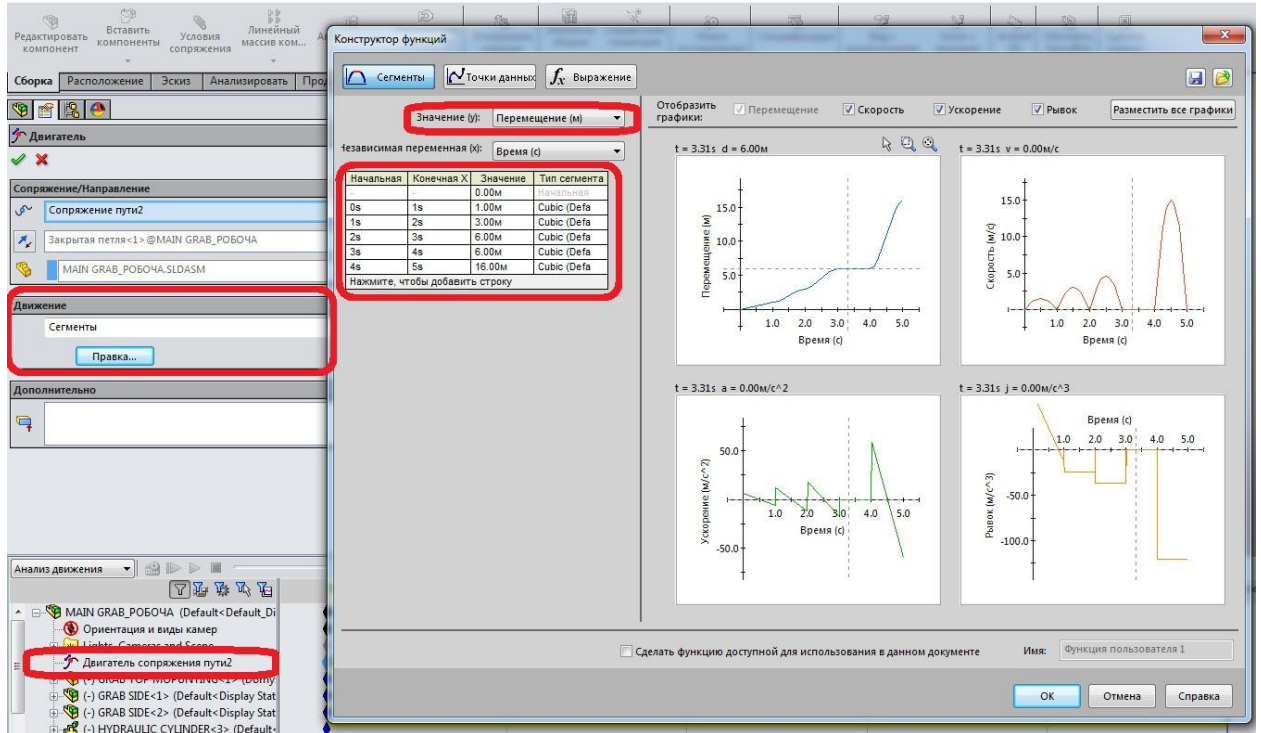

Рис. 3. Работа в интерфейсе конструктора функций
- У розділі **Рух** виберіть **Сегменти** для елемента **Функція** (див. рис.3).